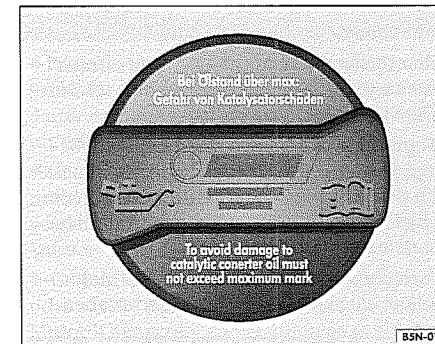

Abb. 195 Im Motorraum: Deckel der Motoröleinfüllöffnung.
- Die Motoröleinfüllöffnung ist an dem Symbol ⚡ auf dem Deckel ⇒ Abb. 195 und der Ölmesstab am farbigen Griff erkennbar.
- Deckel der Motoröleinfüllöffnung vom Zylinderkopf abschrauben ⇒ Abb. 195. Wenn nicht klar